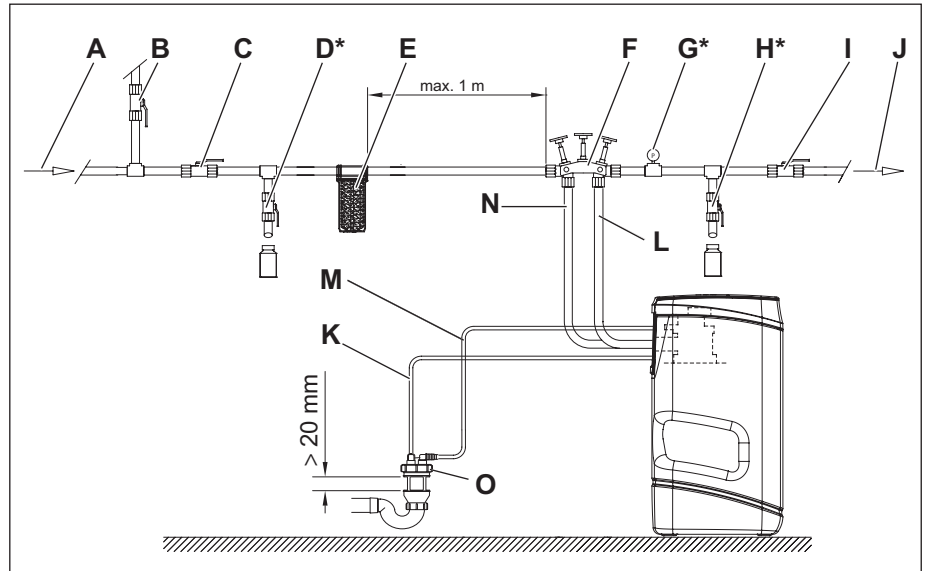

Abb. 3: Installationsschema
1. Vorgeschaltetes Absperrventil mit Rückschlagventil (Abb. 3/C) und Absperrventil (Abb. 3/I) sperren.
2. Prüfventile (Abb. 3/D und Abb. 3/H) öffnen.
Das Manometer (Abb. 3/G) muss einen Druck von 0 bar anzeigen.
1. Trinkwasserfilter (Abb. 3/E) im Abstand von max. 1 m von der Verschneidarmatur auf der Eingangsseite des Wasserenthärter installieren.
2. Druckreduzierventil, falls notwendig, vor der Verschneidarmatur (Abb. 3/F) und dem Trinkwasserfilter (Abb. 3/E) installieren.